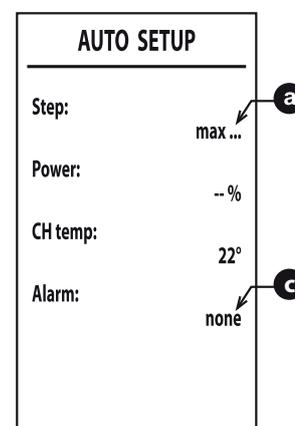

fig. 45 -
6. Dopo l'accensione, il bruciatore si posiziona alle varie potenze (max, med, min) indicate dal punto **a** ("fig. 45 -").
8. Qualora la sequenza di accensione descritta al punto "6" non sia andata a buon fine, compare la scritta max\_err al punto **a** e un codice di errore al punto **c** ("fig. 45 -").